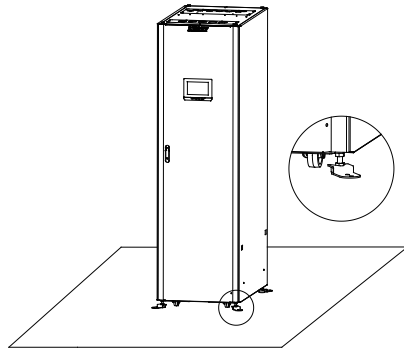

图 4-2
3. 用固定支架固定调平支脚（使用 M8 地脚螺丝）（如图 4-2）。